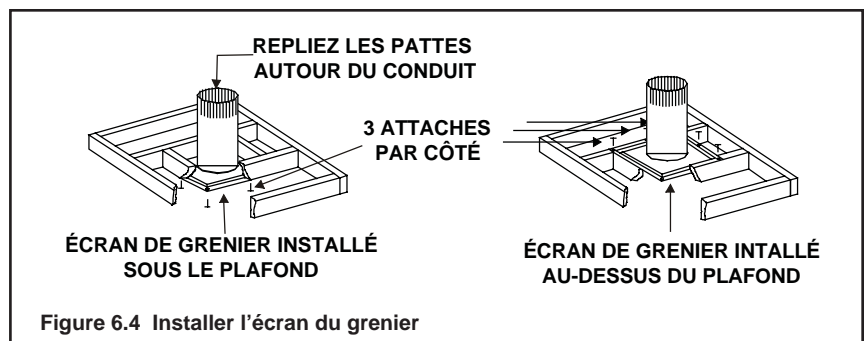

Figure 6.4 Installer l'écran du grenier
- L'écran de grenier doit être installé au-dessus ou sous le plafond (voir la figure 6.4).